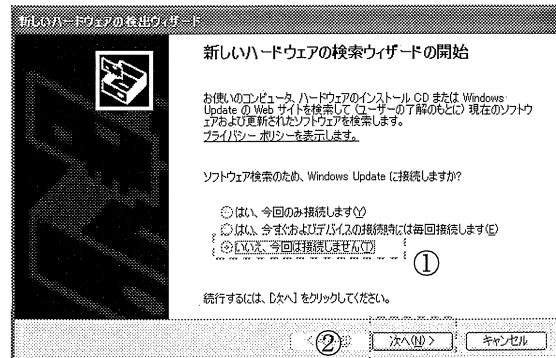

図 A.3 ウィザードの開始
- ③ USBシリアルコンバータ添付のDrive CD-ROMをセットする。図A.3に示すよ